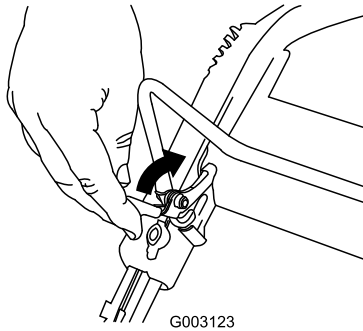

Bild 23
1. Ziehen Sie die Arretierung des Schaltbügels zurück (Bild 23).